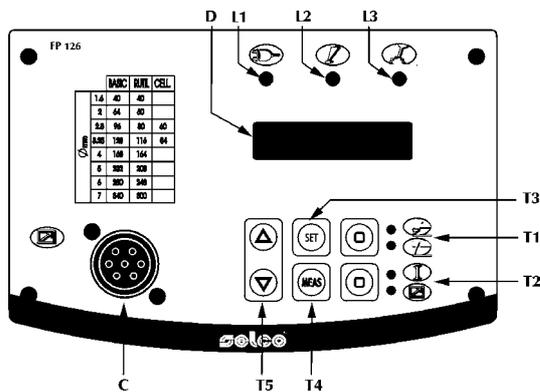

Fig.1
4.1.4.1 Pannello comandi frontale FP126 (Fig. 1) per Genesis 282-352 TLE